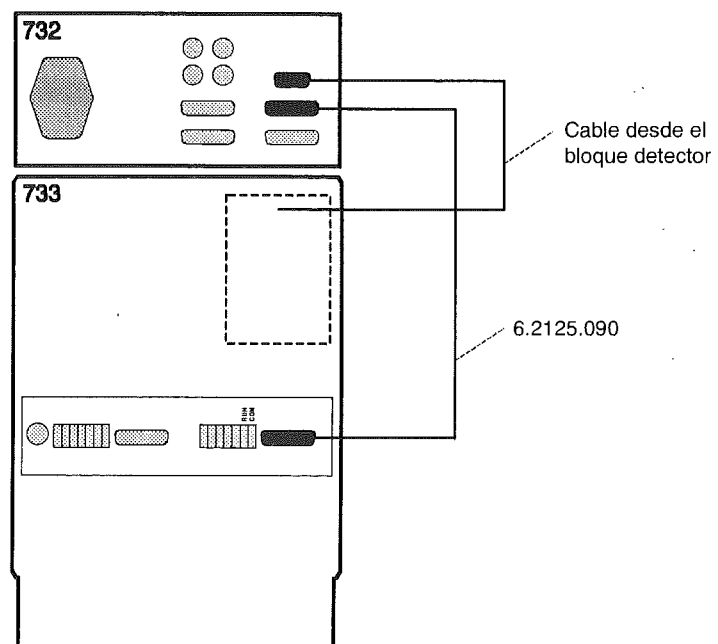

Fig. 6: Conexión 732 – 2.733.0010/2.733.0X30
- Enchufar el cable de conexión gris montado en fijo al bloque detector con el conector **13** „Detector Block“ del Detector CI 732 y afianzar al aparato mediante giro de los tornillos disponibles en el conector (véase Fig. 6).
- Enchufar un extremo del cable de conexión 6.2125.090 con el conector **14** „733 IC Separation Center“ del Detector CI 732 y afianzar al aparato mediante giro de los tornillos disponibles en el conector (véase Fig. 6).
- Enchufar el otro extremo del cable de conexión 6.2125.090 con el conector **36** „732 IC Detector“ del Centro de separación CI 733 y afianzar al aparato mediante giro de los tornillos disponibles en el conector (véase Fig 6).